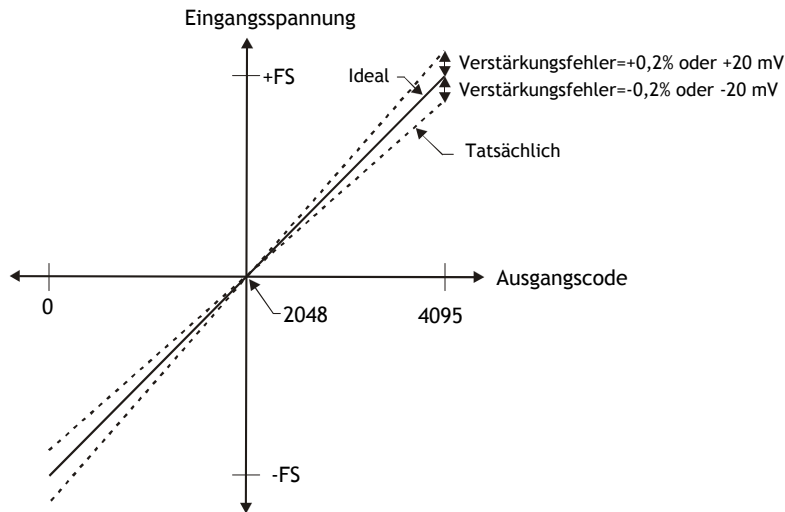

Abb. 3-12. ADC-Übertragungsfunktion mit Verstärkungsfehler
Ein Verstärkungsfehler verändert die Steigung der Übertragungsfunktion gegenüber dem Idealwert und wird typischerweise in Prozent des Maximalwerts angegeben. Abbildung 3-12 zeigt die Übertragungsfunktion des RedLab 1208FS mit einem Verstärkungsfehler. Der Verstärkungsfehler kann leicht in einen Spannungswert umgeformt werden, indem die Eingangsspannung am Maximalwert (FS) mit dem Fehlerwert multipliziert wird.
Die Angaben in Abbildung 3-12 dienen der Verdeutlichung und sind nicht maßstabgerecht.